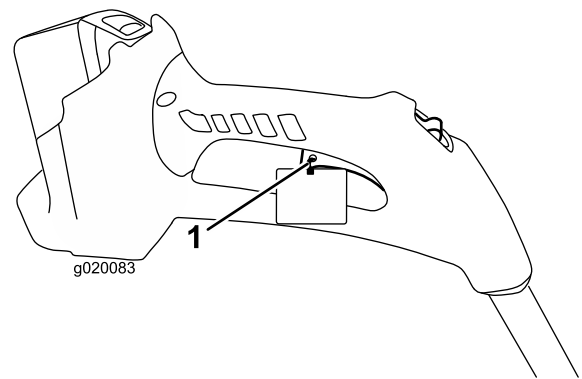

Figure 4
3. Coupez l'attache autobloquante et enlevez-la de la poignée d'actionnement (Figure 4).